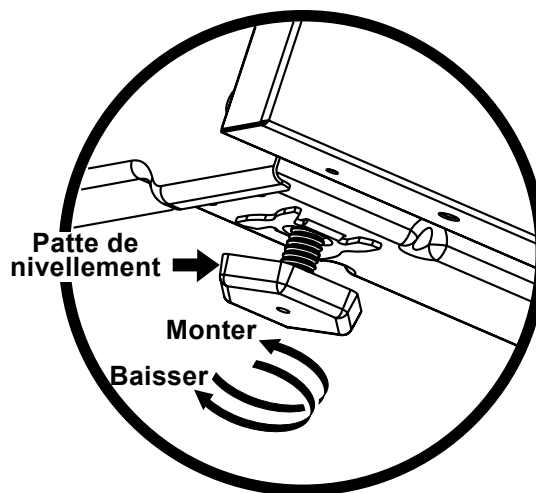
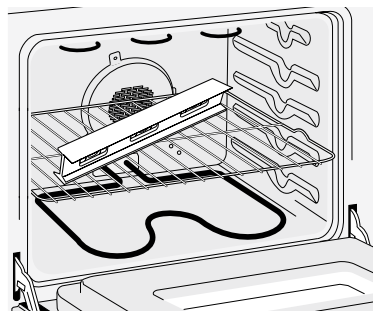

Figure 13
Figure 17
- Vérifiez si l'appareil est à niveau en installant une grille au centre du four et en plaçant un niveau à bulle sur cette dernière (Figure 17).
- Déposez un niveau à bulle sur la grille (figure 17). Prenez 2 lectures en plaçant le niveau en diagonale dans une direction, puis dans l'autre direction. Si nécessaire, ajustez les vis de nivellement ou le dispositif de nivellement (figure 13).